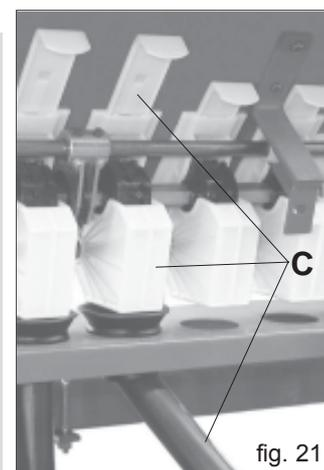

fig. 21
- lâcher les vis (A) de la fixation du soc;
- accrocher les ressorts (B) sur les opportunes fixations.
- contrôler l'ouverture des lames des distributeurs qui ont le tube télescopique (C Fig. 21); toutes les autres lames seront fermées.